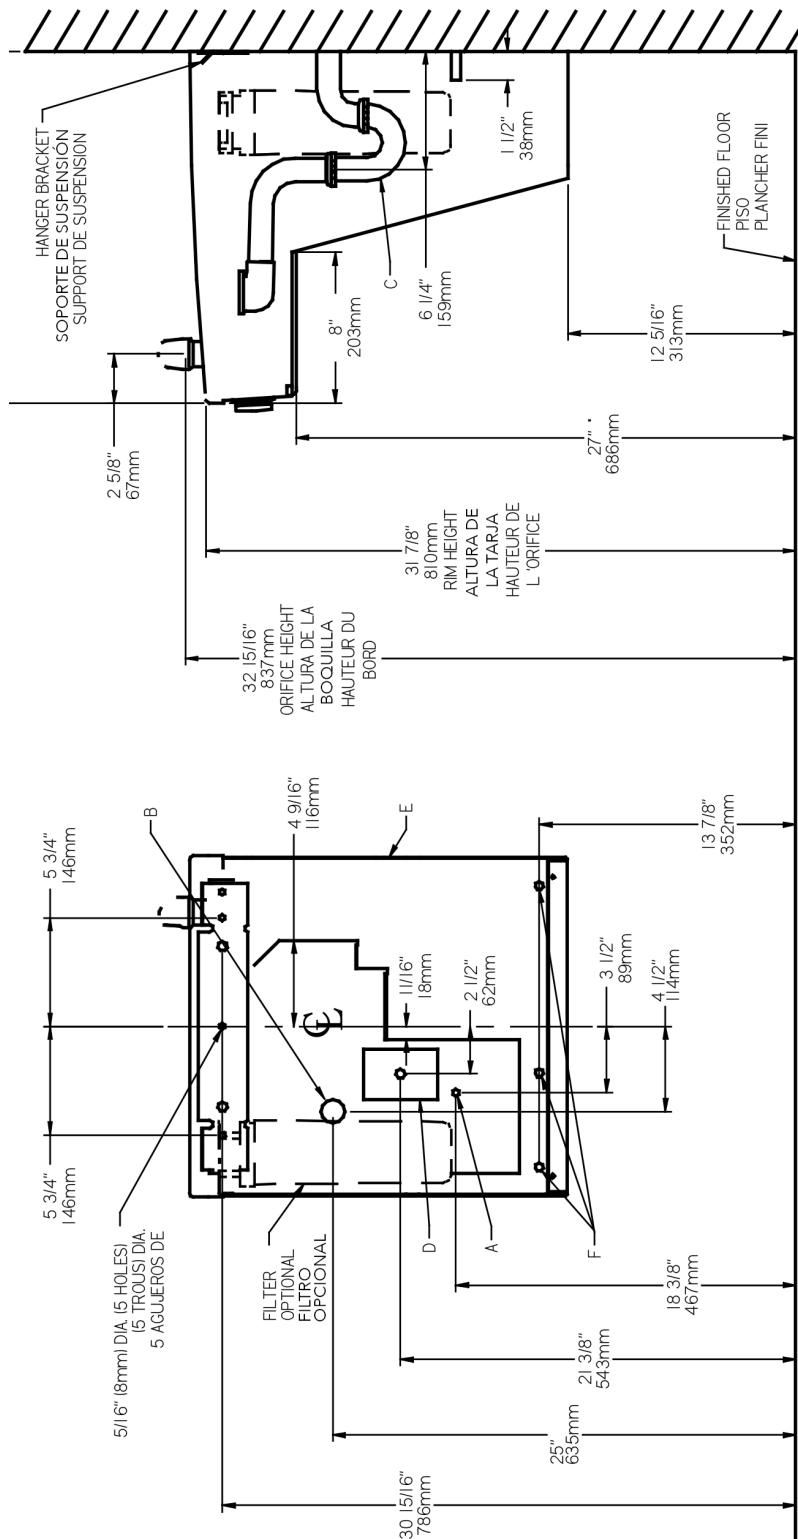

Fig. 2
- 1) Remove hanger bracket fastened to back of cooler by removing one (1) screw.
- 2) Mount the hanger bracket and trap as shown in Figure 2.
- 1) Retire el soporte de suspensión que se encuentra en la parte posterior del bebedero quitando un (1) tornillo.
- 2) Fije el soporte de suspensión y el sifón como se muestra en la Fig. 2.
- 1) Retirez le support de suspension à l'arrière du refroidisseur en enlevant une (1) vis.
- 2) Installez le support et le siphon tel qu'indiqué à la fig. 2.
- 4) Hang the cooler on the hanger bracket. Be certain the hanger bracket is engaged properly in the slots on the cooler back as shown in Figure 2.
- 5) Loosen the two (2) screws holding the lower front panel at the bottom of cooler base and two (2) screws at the top (**Use torx bits sold separately**). Remove the front panel and set aside.
- 7) Remove the slip nut and gasket from the trap and install them on the cooler waste line making sure that the end of the waste line fits into the trap. Assemble the slip nut and gasket to the trap and tighten securely. Recommend fastening cooler to wall using 7/16 bolt holes. (see fig. 2, "F")
- 5) Afloje los dos (2) tornillos que sostienen el panel frontal inferior, en la base del bebedero, y los dos (2) tornillos en la parte superior (Utilice una Broca Torx, se vende por separado). Retire el panel frontal y colóquelo a un lado.
- 7) Retire la tuerca y la junta del sifón y colóquelos en el tubo de desagüe del bebedero asegurándose que la parte final del tubo de desagüe quede conectada al sifón. Ensamble la tuerca y la junta en el sifón y apriete firmemente. Fije el bebedero a la pared mediante los orificios de 7/16 (Vea la Fig. 2, "F").
- 4) Installez le refroidisseur sur le support en vous assurant que ceux-ci sont bien installés dans les fentes à l'arrière du refroidisseur tel qu'indiqué à la figure 2.
- 5) Dégagez les deux (2) vis retenant le panneau inférieur avant au bas de la base du refroidisseur ainsi que deux (2) vis sur le dessus (**Employez le peu Torx vendu séparément**). Retirez le panneau avant et mettez-le de côté.